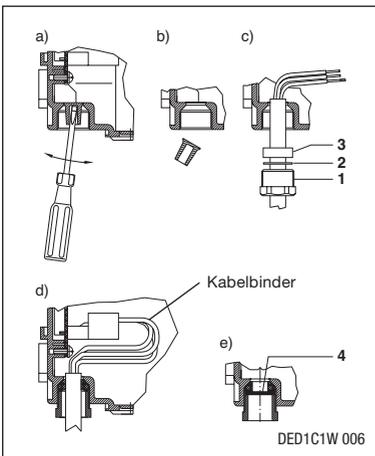

Abb. 1: Hintere Reihe
- Hintere Reihe (Abb. 1): Schraubendreher DIN 5262-B, Größe 1 (ø 4,5 mm)